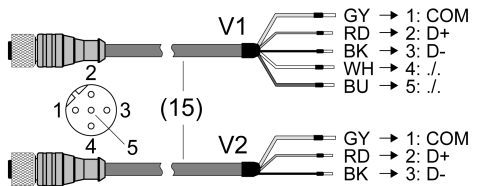

Bild 5: Anschlussleitung V1 und V2
- Aufgrund einer technischen Umstellung können unter der Art.-Nr. il LTGDHAL.. zwei Typen von Anschlussleitungen im Lieferumfang enthalten sein (Bild 5).